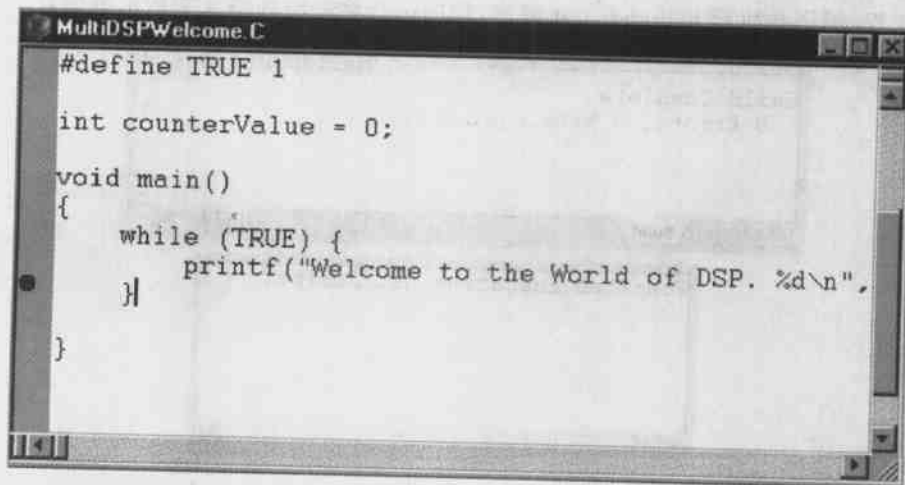

图 9.8 设置断点
(5) 在 File 菜单中,执行 Load GEL 命令,将刚才新建立的 Counter.gel 文件载入。
(6) 在工程视图中,双击 multidspwelcome.c 以打开它,在源代码中设置如图 9.8 所示的断点。设置断点的目的是当程序运行到断点时,自动地从 DSP 应用程序跳到 GEL 文件中执行。